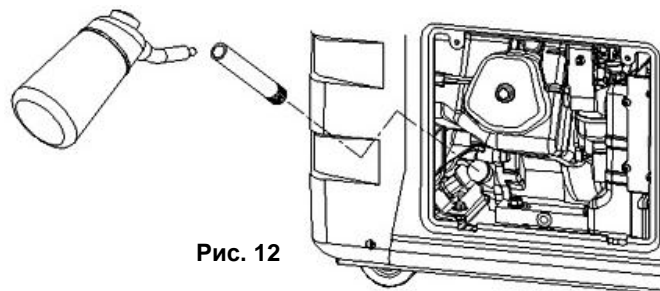

Рис. 12
- Залейте новое чистое масло до максимального уровня (См. Рис.12). Для заливки масла удобно использовать воронку, или заливную емкость из комплекта.